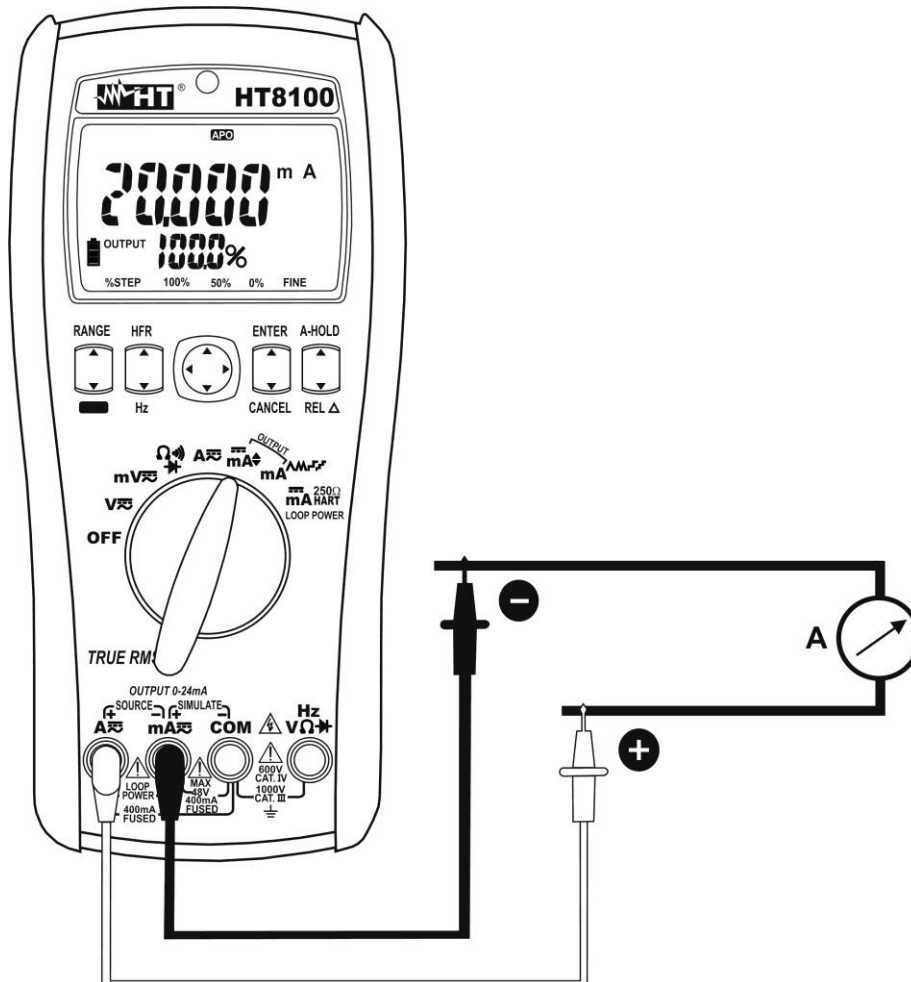

Fig. 8: Uso dello strumento per generazione di corrente DC
5. Posizionare il puntale rosso ed il puntale nero rispettivamente nei punti a potenziale positivo e negativo del dispositivo esterno passivo che deve ricevere l'alimentazione (vedere Fig. 8)